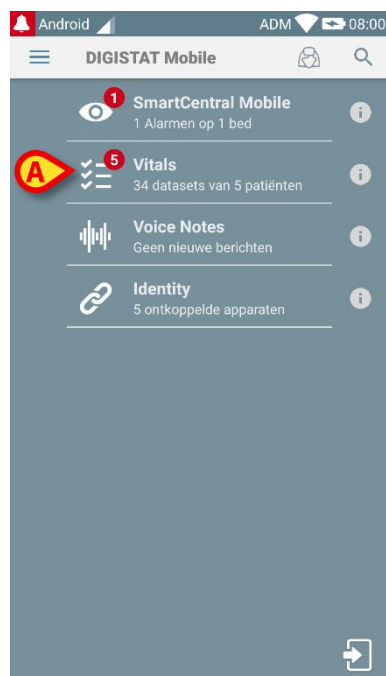

Fig 55
- op de bijbehorende rij op het scherm van het draagbare apparaat drukken (op Myco/UNITE op de meest rechtse pagina, ofwel op een ander Android apparaat - Fig 55).